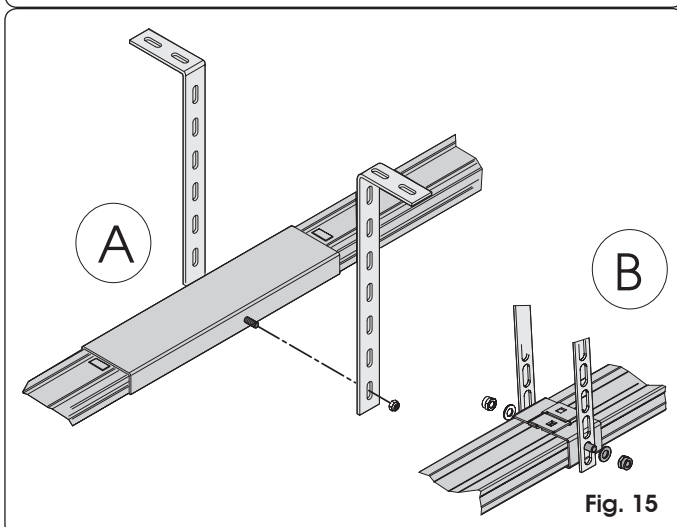

Fig. 15
- 13) Si l'on utilise un rail en deux éléments avec un raccord central (Fig. 15 réf. A) ou le support central pour le rail unique (Fig. 15 réf. B - en option), procéder à la fixation au plafond au moyen des brides spécifiques et en agissant comme aux points 9, 10 et 12 (Fig. 15).